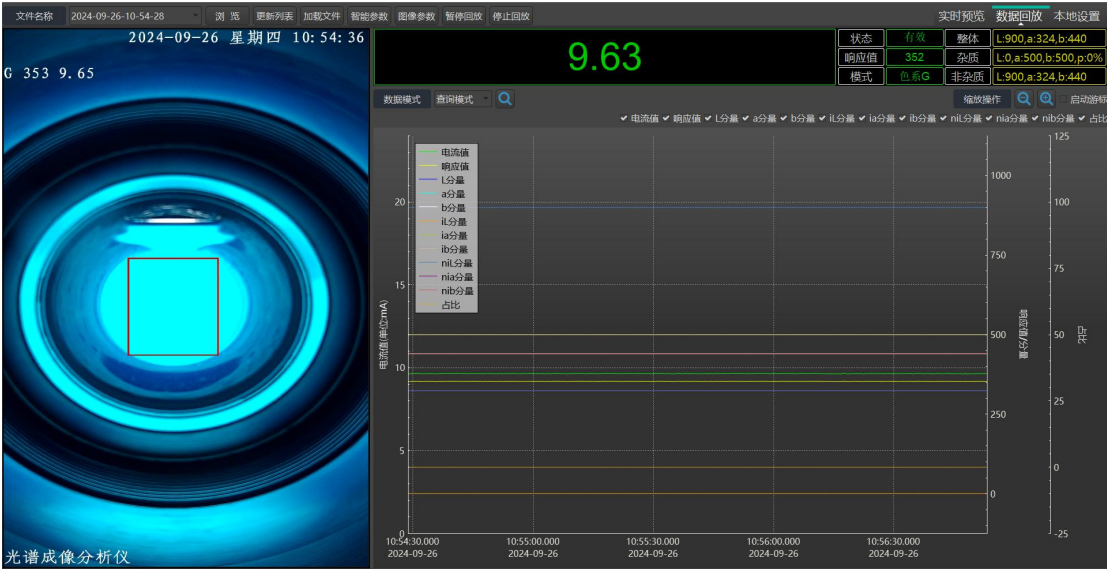

图 29 开始回放
(7) 点击 **开始回放**，即可回放选中的数据，如图 29 所示，点击 **暂停回放**、**停止回放** 可以控制回放的暂停与停止。